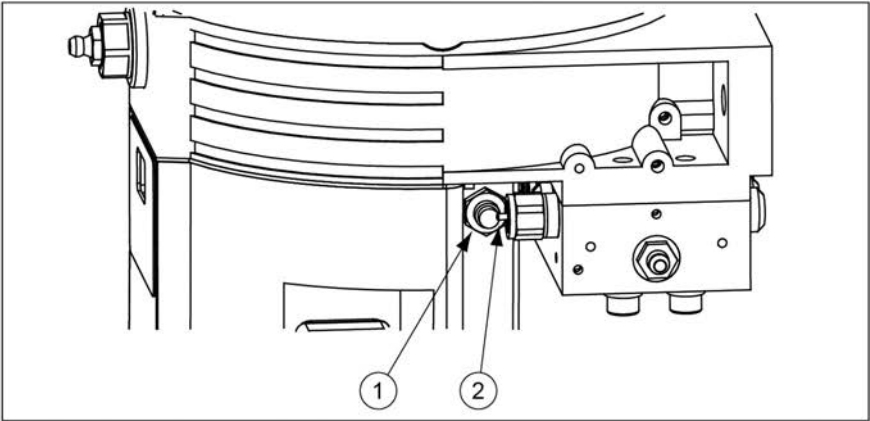

图 11. 接近开关 (1) 和控制器插脚 (2)
1. 按操作员按钮 (2) 确认此故障。此消息（闪烁）变为持续亮。
3. 在指示灯插脚（控制插脚）移过接近开关之前，按操作员按钮（2）（2 秒钟）可触发润滑周期。请参见 图 11。